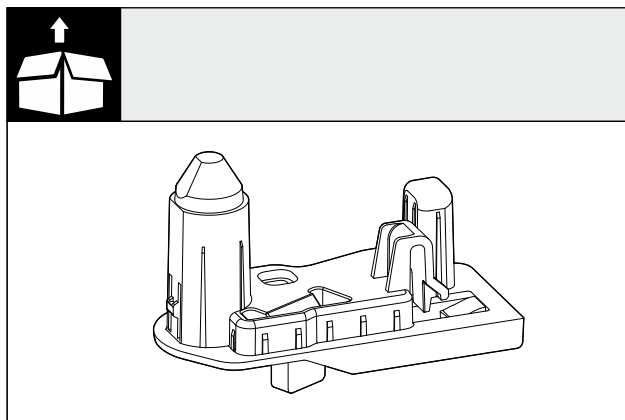

Fig. 8 Oven laakeriholkki
- Tarkasta tarvikepakkauksessa olevat asennusosat. (katso Fig. 8)